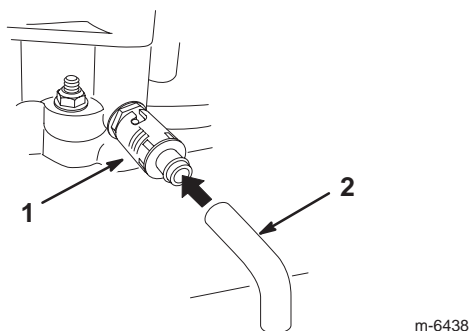

Figure 19
9. Tournez le robinet de vidange d'huile pour permettre à l'huile de s'écouler (Fig. 19).
11. Retirez le flexible de vidange (Fig. 19).